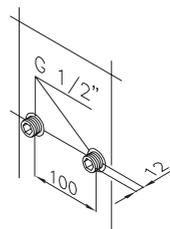

Рис. 2
- Используя 12-миллиметровый инбусовый (шестигранный) ключ, вкрутите эксцентрики в трубы водопроводной системы. При закреплении проследите, чтобы эксцентрики выдавались наружу на 12 мм. (см. рис. 2)